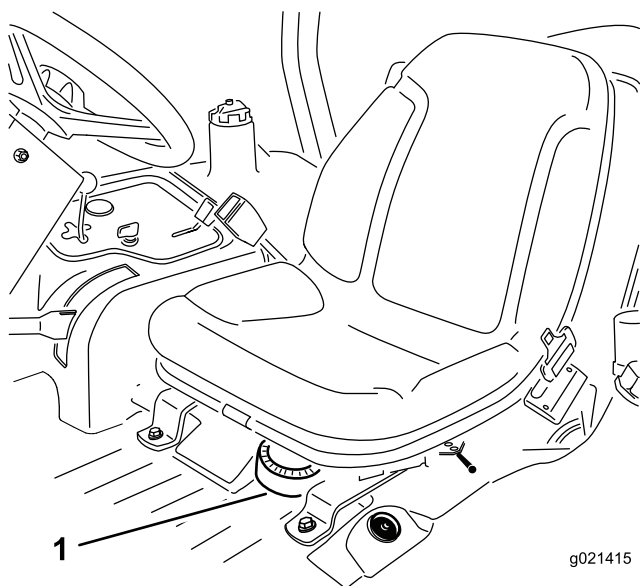

Bild 54
1. Bauen Sie den Sitz von der Maschine aus, um an die Kraftstoffpumpe zu gelangen (Bild 54).